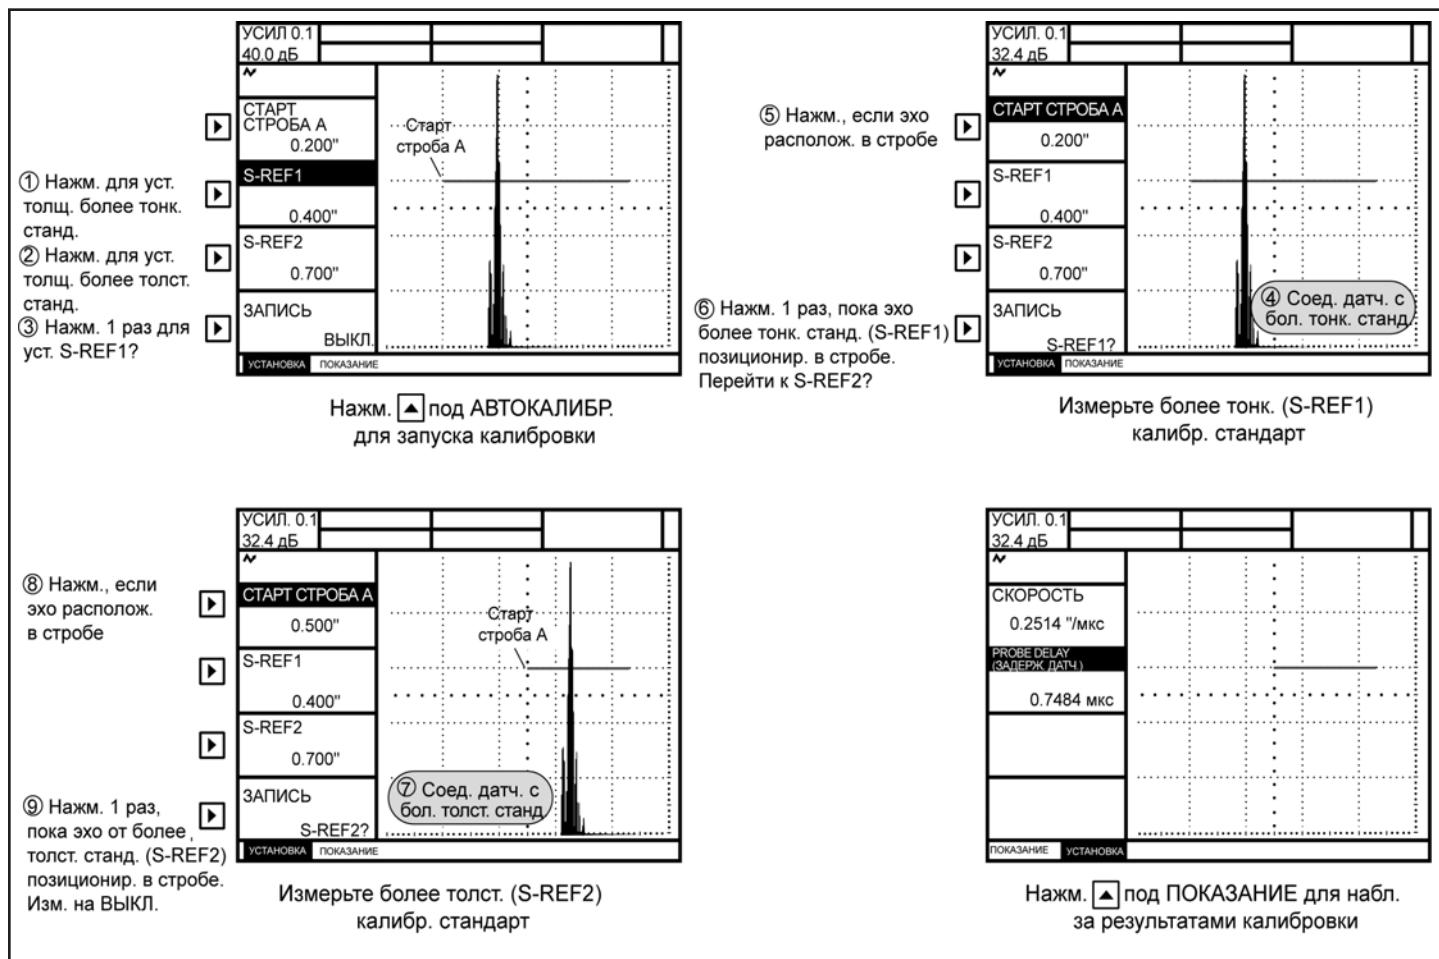

РИСУНОК 4-11—Процедуры автоматической калибровки
(В ходе ознакомления см. Рисунок 4-11)
Шаг 4: При помощи контактного материала приложите датчик к более тонкому калибровочному стандарту. Нажмите рядом с вариантом выбора A START (СТАРТ А). Поворачивайте ручку функций (это приведет к сдвигу стартовой позиции строба А), пока строб А не расположится над эхо-сигналом, соответствующим толщине более тонкого стандарта (Рисунок 4-11).
**Шаг 6:** При помощи контактного материала приложите датчик к более толстому калибровочному стандарту. Нажмите  рядом с вариантом выбора A START (СТАРТ А). Поворачивайте ручку функций (это приведет к сдвигу старовой позиции строба А), пока строб А не расположится над эхо-сигналом, соответствующим толщине более толстого стандарта (Рисунок 4-11).